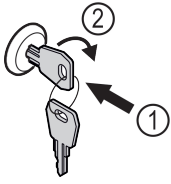

Fig. 140
- ▶ Uvucite ključ Fig. 140 (1).
- ▶ Okrenite ključ za 90° nadesno Fig. 140 (2).